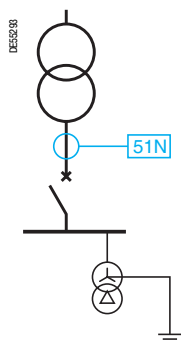

Рис. 4. Защита от замыканий на землю
■ с помощью защиты от замыканий на землю (ANSI 51N), установленной на вводе щита под напряжением, если заземление нейтрали сети со стороны потребителя осуществляется в системе сборных шин (рис. 4).